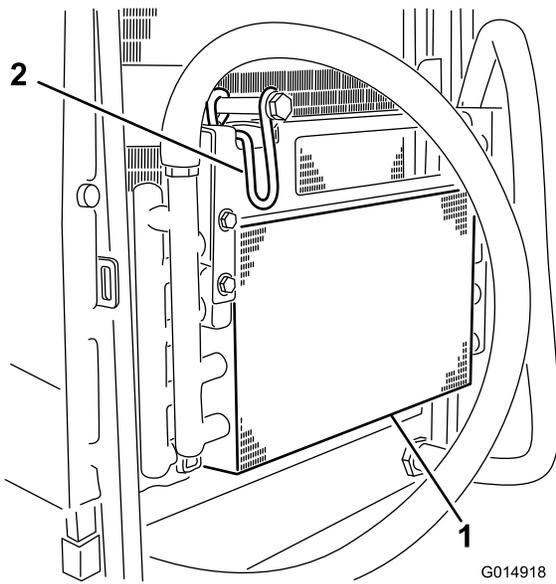

Figura 43
6. Girate il fermo verso l'interno per rilasciare il radiatore dell'olio (Figura 43).